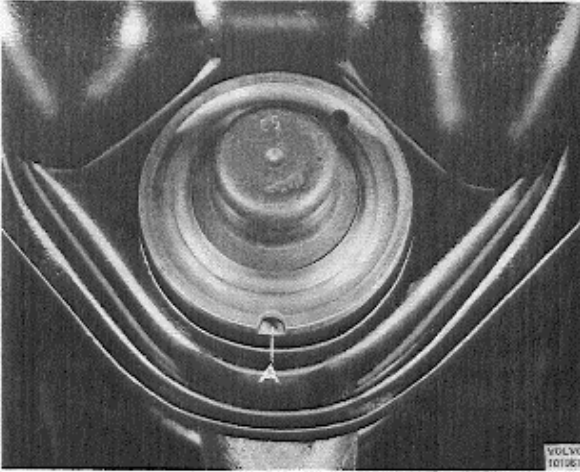

Abb. 28 Einbaulage für Kugelgelenk im oberen Querlenker
1. Vor Einbau des Kugelgelenkes kontrollieren, daß die Gummidichtung mit Fett gefüllt ist. Hierzu den Kugelzapfen seitwärts drücken und überprüfen, daß Fett aus der Aussparung A, Abb. 28 dringt; ggf. Gummidichtung mit Mehrzweckfett füllen.
Aussparung am Kugelgelenk in der Längsrichtung des Querlenkers, jedoch nicht mehr als  $\pm 8^\circ$ , entweder nach vorn oder nach hinten zu stehen kommt (Abb. 28). In dieser Flucht hat der Kugelzapfen größte Bewegungsfreiheit. Sollte sich das Kugelgelenk beim Einpressen etwas verkanten, wird das Preßwerkzeug 2699 um 1/2 Drehung geschwenkt und das Kugelgelenk richtig auf seinen Sitz gepreßt.